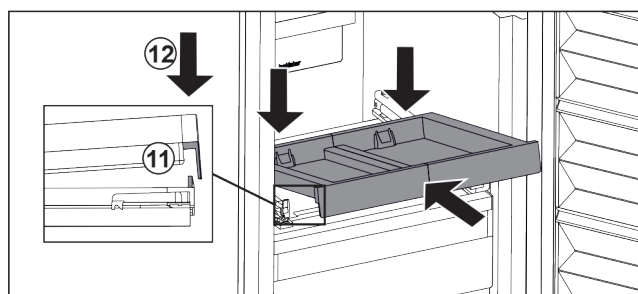

Fig. 104
- ▶ Wsunąć pod skosem. Zwrócić uwagę, aby ogranicznik znajdował się po obu stronach za nakładką. Fig. 104 (11)
- ▶ Osadzić wysuwaną półkę z przodu. Fig. 104 (12)